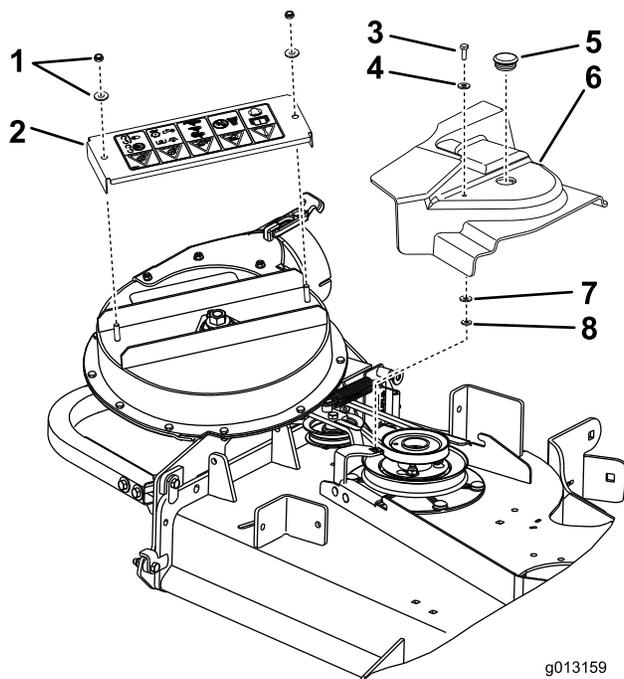
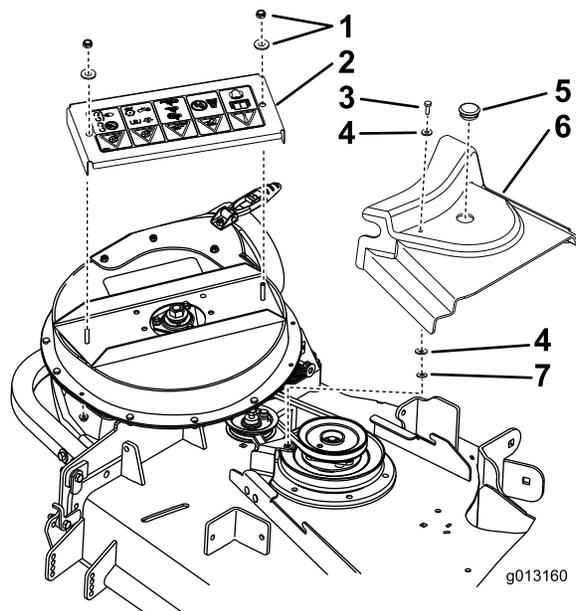

Bild 3
Bild 4
1. Nehmen Sie die vorhandene Gebläseabdeckung ab (Bild 3). Bewahren Sie die Teile auf.
3. Entfernen Sie die vorhandene Riemenabdeckung (Bild 3 oder Bild 4).
4. Befestigen Sie die Schraube (1/4" x 3/4") und eine Flachscheibe (5/16") mit einer Flachscheibe (1/4") und einer Steckmutter (1/4") an der Riemenabdeckung (Bild 3 oder Bild 4).
5. Montieren Sie die Riemenabdeckung und ziehen Sie die Schraube (1/4" x 3/4") an (Bild 3 oder Bild 4).
6. Montieren Sie die neue Gebläseabdeckung mit den vorher entfernten Befestigungen (Bild 3 oder Bild 4).
7. Setzen Sie den Plastikstöpsel in die vorhandenen Riemenabdeckung ein (Bild 3 oder Bild 4).